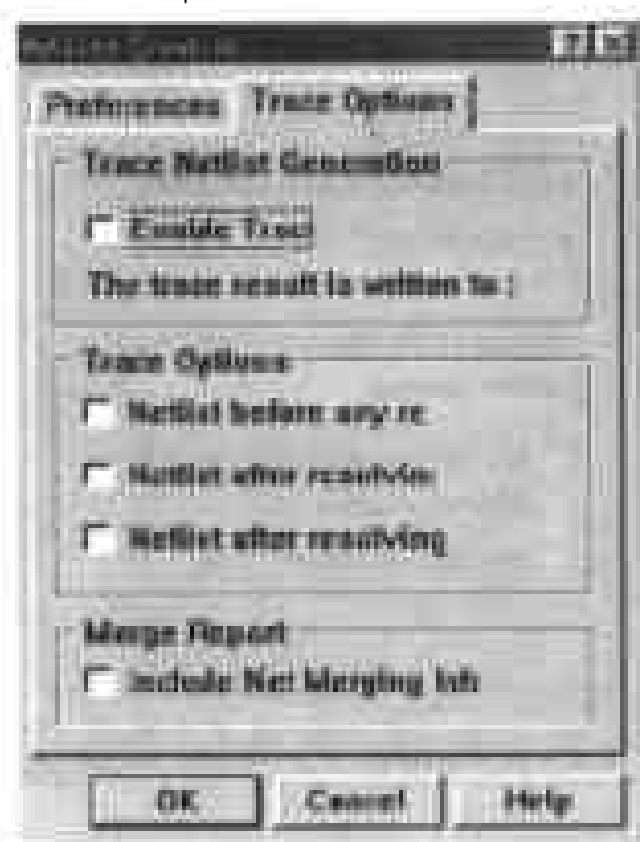

图 5-2 设置跟踪选项的对话框
(7) 在对话框顶部单击 Trace Options 标签,在对话框中显示出设置跟踪功能的选项,如图 5-2 所示。